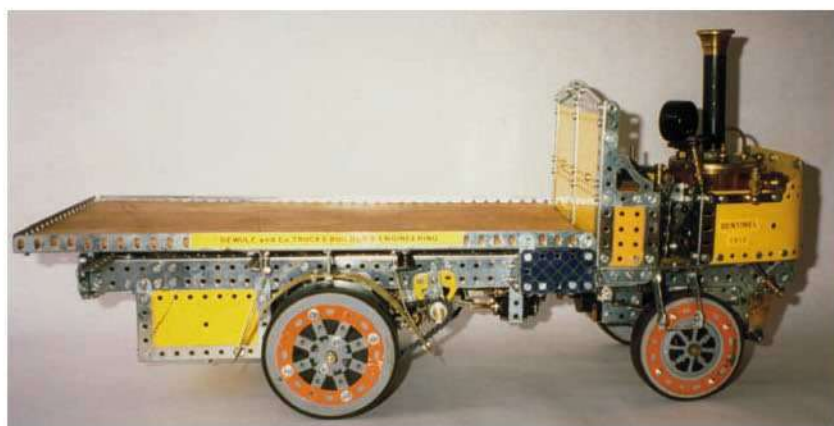
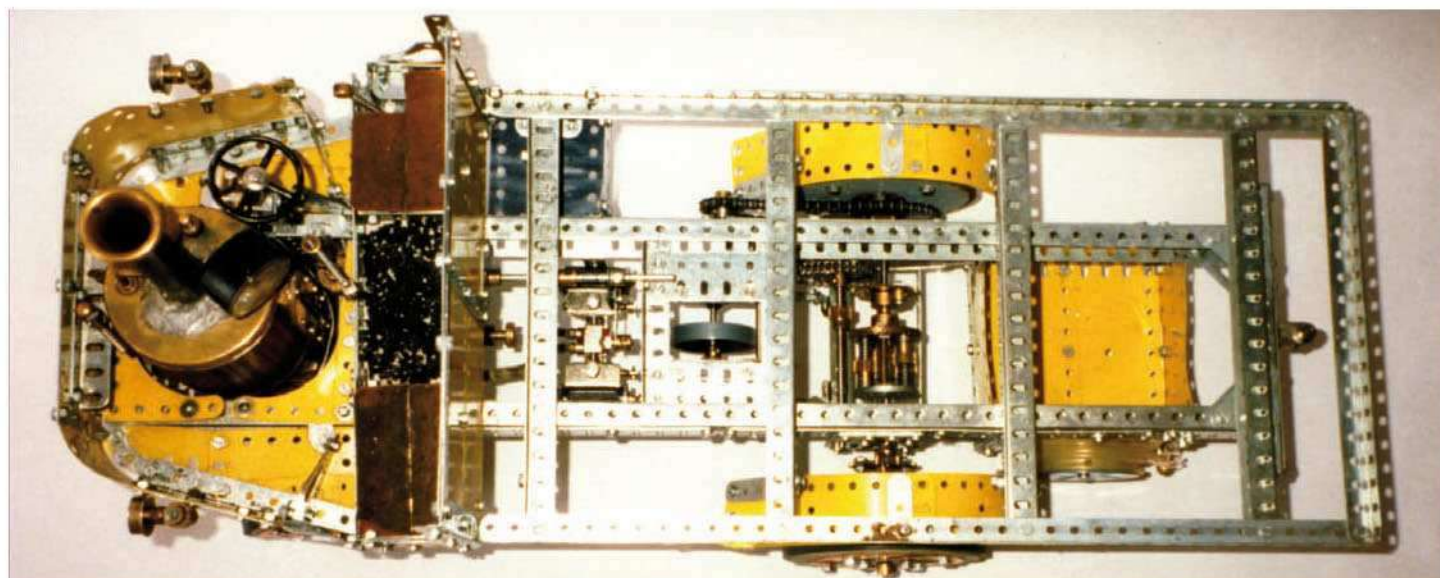
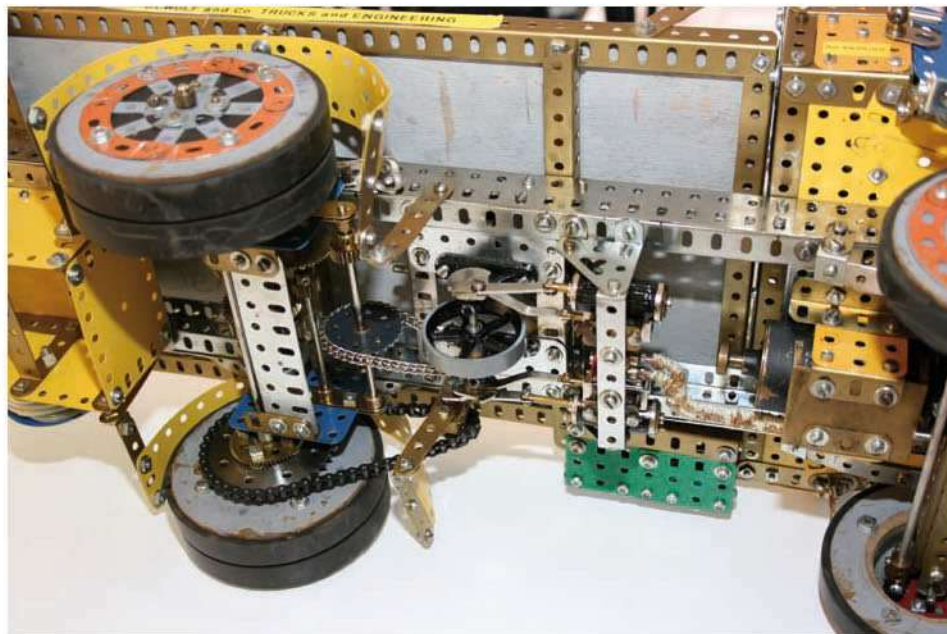
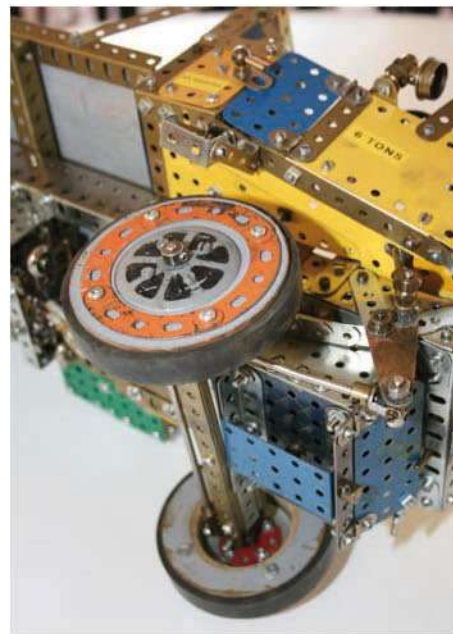

Figure 2
Figure 3
Figure 4
Figure 6
- Roues en bois (Figures 2 et 4) cerclées d'un bandage caoutchouc.
- Vis à filet multiple (grand pas) et triangle pour direction (Figure 6).
Les figures, et surtout la figure 3, donnent un aperçu de l'ensemble.
Il faudra prévoir : Le brûleur, sous la chaudière, avec en avant un volet rabattable pour allumage et protection (Bleu figure 6). La chaudière (Figure 3), Le réservoir de gaz butane liquide et sa molette d'ouverture (Figure 4, à droite, corps noir avec molette). Le moteur dont il suffira de percer le support de 4 trous "Meccano" (Figure 4). Les tubes d'admission de vapeur et d'échappement vers la cheminée reliant chaudière, la liaison de la commande avec le robinet d'admission et inversion.
A partir de l'arbre moteur, une transmission par chaîne donne une première réduction (Figure 4). Deux réductions 19/57 attaquent le différentiel à pignons droits (Figure 3). Les demi arbres de sortie du différentiel attaquent, par une réduction 19/57, les roues de 57 dents fixées sur les roues en bois.
La transmission finale, par chaîne, de l'original est factice. Le grand pignon à chaîne (Figure 4) tourne avec la roue. La chaîne entraîne un petit pignon (Figures 2 et 4) pour simuler la transmission originale.